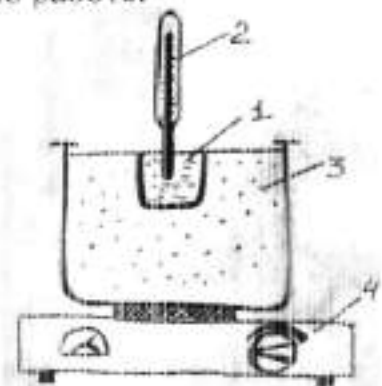

Рис.1. Схема опыта
1. По схеме (рис.1.) собрать установку.